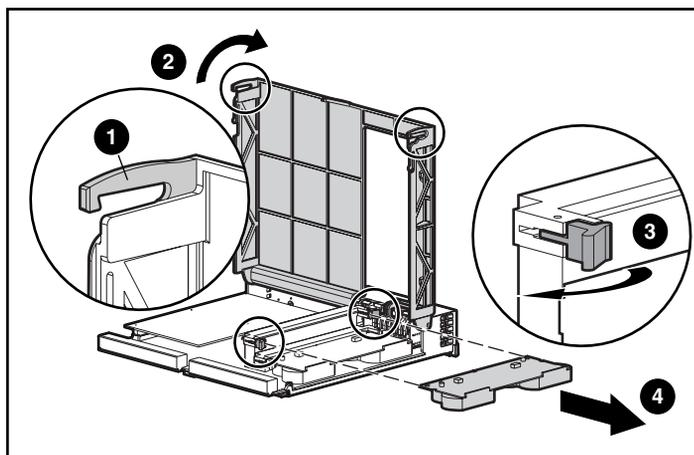

Figura 3: Extracción del módulo de memoria caché
3. Como muestra la Figura 3, suelte los clips de la cubierta del Controlador ❶ situados en la parte posterior del Controlador y después levante la cubierta ❷.
Nota: el Controlador de la Figura 3 se ha girado de manera que quedan visibles el lateral y la parte posterior del Controlador.